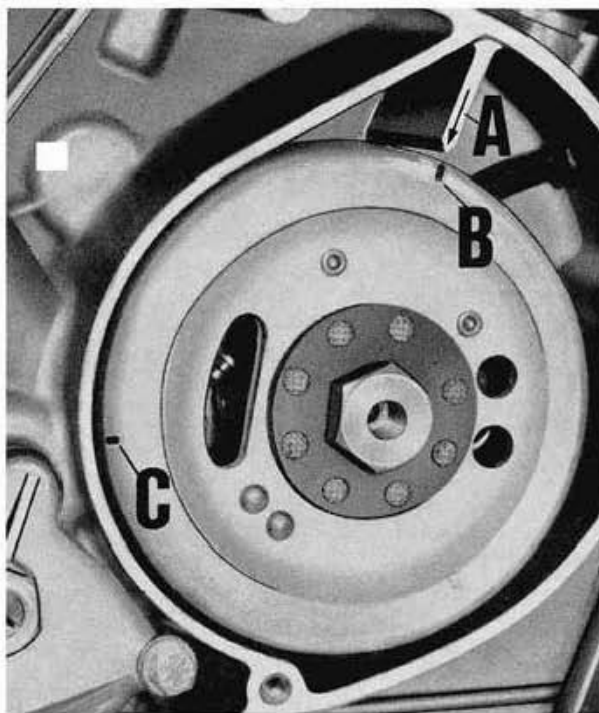
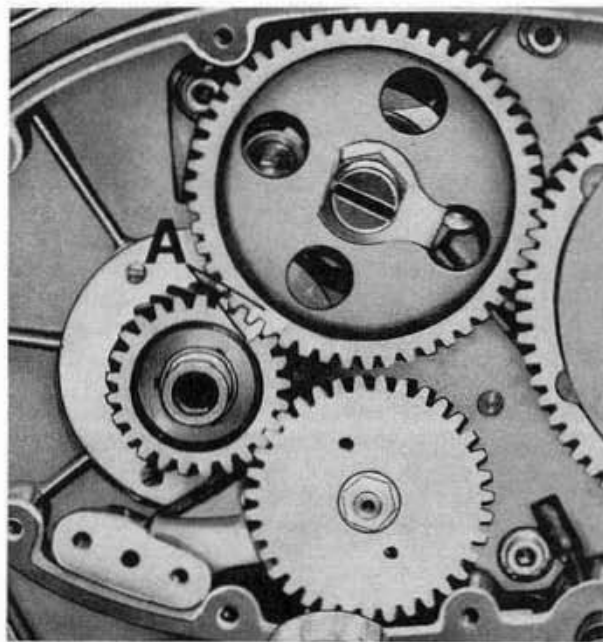

Fig. 54
Fig. 55
- ruotare il volano magnetico quel tanto da portare la freccia (A) stampigliata sulla periferia del volano in corrispondenza della freccia (B) stampigliata sul basamento motore (vedere fig. 54).
- tracciare sulla periferia del volano il segno (C). Questo segno si trova partendo dalla freccia (A) in senso antiorario di mm $120 \div 122$;
- ruotare di nuovo il volano in senso orario quel tanto da portare il segno (C) in corrispondenza della freccia sul basamento motore (A); a questo punto la valvola di scarico deve dare inizio all'apertura. Messa così a punto lo scarico anche l'aspirazione si trova in fase.
A questo punto (accertandosi che l'ingranaggio della distribuzione non ruoti in nessun senso), montare il pignone inserendo in una delle tre cave la chiavella montata sull'albero motore e segnare provvisoriamente i tre denti incastrati (vedere fig. 55) indi controllare la fase distribuzione; se con i segni sul volano "C e A" di fig. 54 in corrispondenza, i due denti dell'ingranaggio della distribuzione non fossero incastrati perfettamente sul dente del pignone motore (vedere fig. 55) occorrerà levare il pignone motore ed agire sulle altre due cave del pignone fino ad ottenere la perfetta fasatura, indi segnare i due denti dell'ingranaggio della distribuzione e il dente del pignone motore.